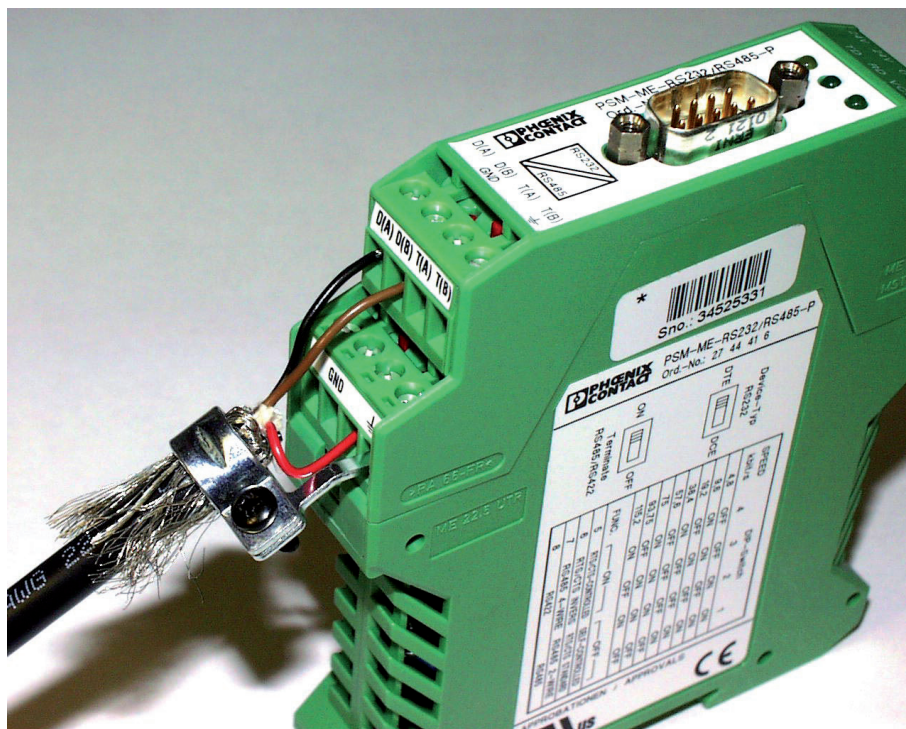

Fig. 8.2. 连接RS485转接器
准备和连接电缆到转接头（图8.2）：
- 连接3根电线到RS-485/RS-232转接头接口（如图8.2所示）。